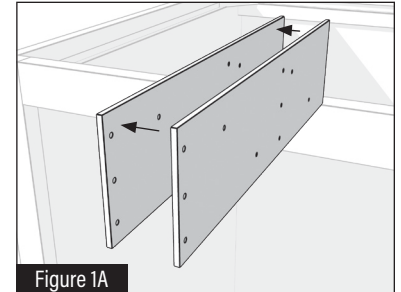
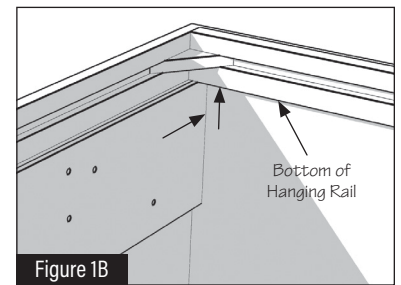

Figure 1A
Figure 1B
- 1** Confirm cabinet has Furniture Ends installed and stack 2 spacers together (Fig. 1A) on the hinge side of the cabinet sliding them flush to the back wall and up so they hit the bottom of the hanging rail (Fig. 1B).
- 1** Confirme que el gabinete tiene los extremos para muebles instalados y apile 2 espaciadores juntos (Fig. 1A) en el lado de las bisagras del gabinete deslizándolos al ras de la pared posterior y hacia arriba para que toquen la parte inferior del riel para colgar (Fig. 1B).